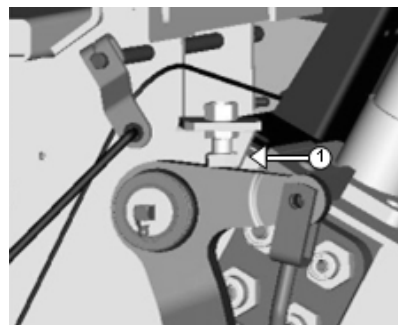

Fig. 103
2. Gire el eje de operación del embrague a la izquierda con ayuda de la llave de palanca hasta que sienta resistencia y establezca la distancia de 4 mm entre la parte superior del brazo del pedal y la parte inferior de la placa de tope mediante el ajuste del perno de abrazadera (Elemento 1 en la Fig. 103).